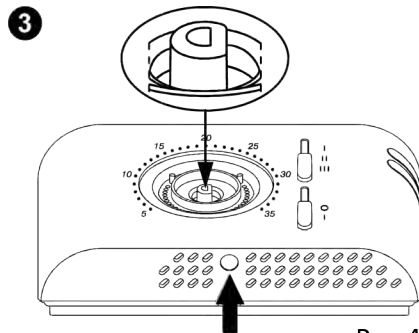

Рис.4
3. С помощью отвертки слегка нажать на крепежный зубец, расположенный в нижней части корпуса, Рис. 4.